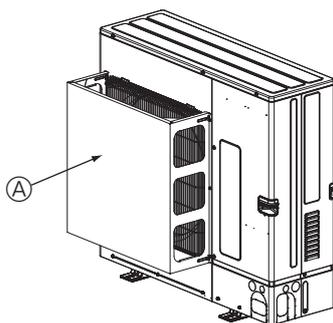

Fig. 2-5
- ② Installieren Sie eine als Sonderzubehör erhältliche Luftauslassführung, wenn die Anlage an einem Aufstellort installiert ist, an dem die Gefahr besteht, dass starker Wind direkt in die Luftaustrittsöffnung bläst. (Fig. 2-5)